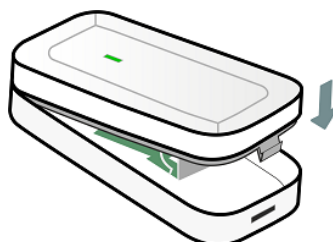

Рисунок 7.5 – Закрытие корпуса датчика
- 3) Закройте корпус датчика (см. рисунок 7.5).